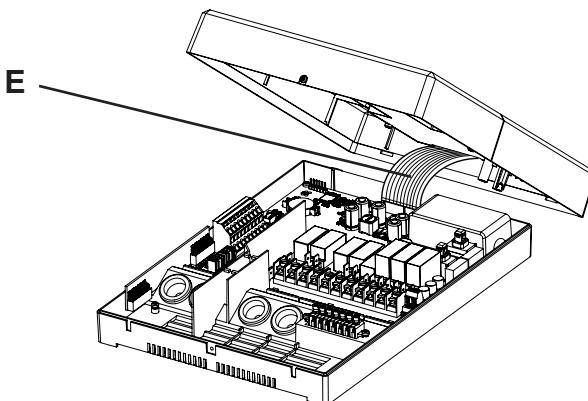

Fig.3 Débranchage du câble-ruban
3. Tirez avec précaution le câble ruban **E** pour le défaire de la prise de raccordement (**Fig.3**).